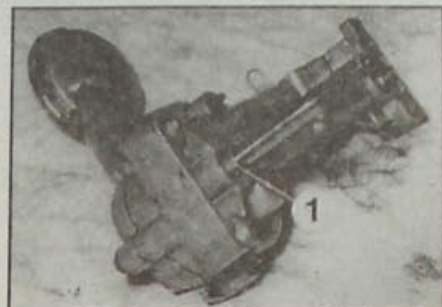

Рис. 1.83. Расположение гнезда (1) центрирования на валу масляного насоса двигателя F3R 728
- На двигателе F3R 728 убедитесь в наличии гнезда центрирования на валу насоса (рис. 1.83).